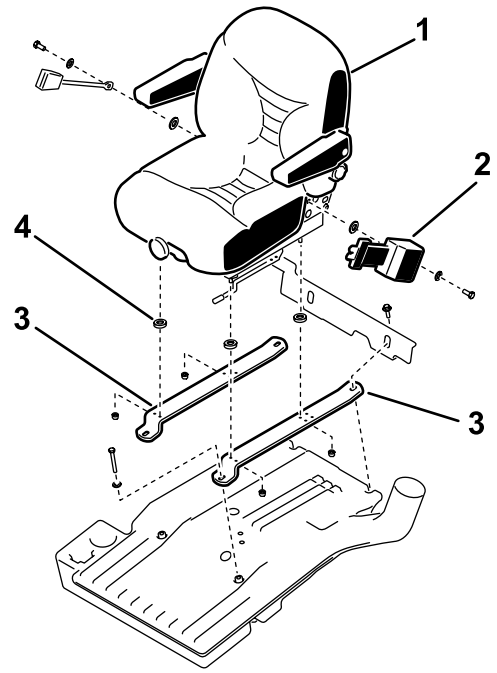

图2
1. 用2个螺栓、2个扁平垫圈½英寸和2个扁平垫圈9/16英寸将安全带安装至座椅请参阅图2。
3. 用4个凸缘锁紧螺母和4个隔片将新座椅安装到座椅支撑箍带上图2。
6. 用之前卸下的螺栓和垫圈将座椅支撑箍带安装到燃油箱上图2。